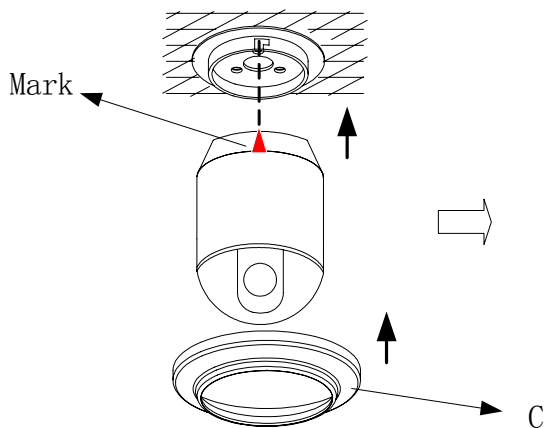

图 21
3. 将球机上的 **MARK** 标志与底板上的标记对准后向上推球机至底部后顺时针方向旋转球机，直至球机卡牢固为止，松开手即可（图 21）。
4. 将装饰圈套过球机至贴近天花板时顺时针方向旋转装饰圈，直至装饰圈卡牢固为止，松开手即可（图 21）。